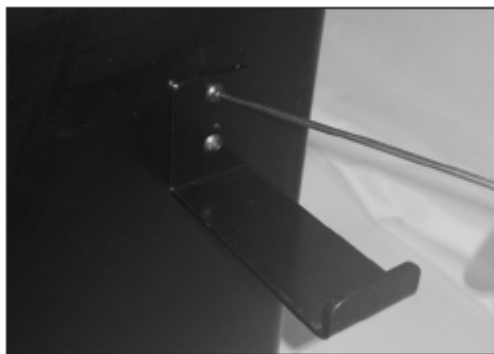

Рис. 3
1. Установить оба крюка параллельного упора (рис. 3, А) с правой стороны тумбы с помощью двух винтов М4 х 8 на каждый крюк.